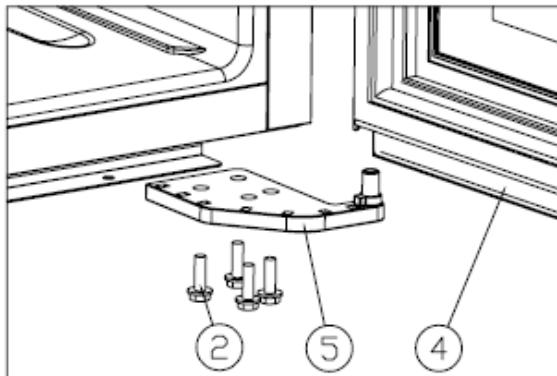

Figure 2
- Déserrez les vis ②, démonter la charnière inférieure droite ⑤, et retirez la porte . [Figure 2].